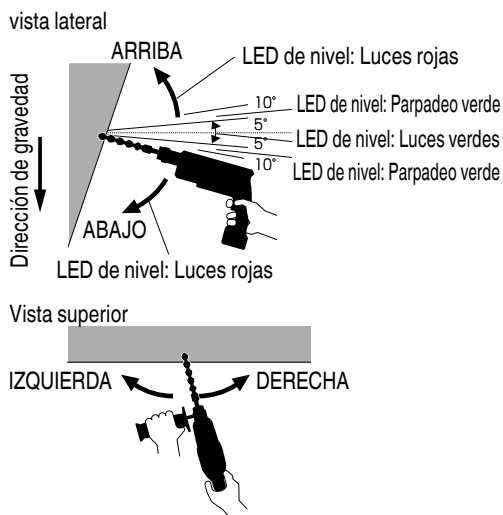

Fig. 32
2. El LED de nivel del lado de la herramienta se enciende o parpadea en el color indicado a continuación cuando el interruptor LED de nivel es presionado. (Fig. 32)
- La función de nivel LED detecta la inclinación en superficies (tales como paredes) que están perpendiculares con respecto a la gravedad (Fig. 32 ARRIBA, ABAJO), sin embargo, no puede detectar la inclinación horizontal con respecto a dichas superficies (Fig. 32 DERECHA, IZQUIERDA).